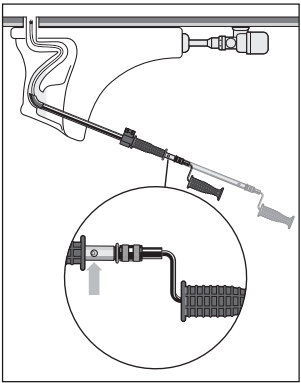

Figure 6 – Rallongement du câble
8. To extend cable beyond the initial 2' (6 m), press button (Figure 6). Pull crank handle/drill up until button locks into second hole.
8. Pour déployer le câble au-delà des 2 pieds (60 cm) prévus, appuyez sur le bouton (*Figure 6*) et ramenez la manivelle ou la perceuse jusqu'à ce qu'il s'engage dans le deuxième orifice.
8. Para extender el cable más allá de los 2 pies (0,6 m) iniciales, presione el botón (*Figure 6*). Jale la manilla de la manivela o el taladro hacia arriba, hasta que el botón quede encajado en el segundo agujero.